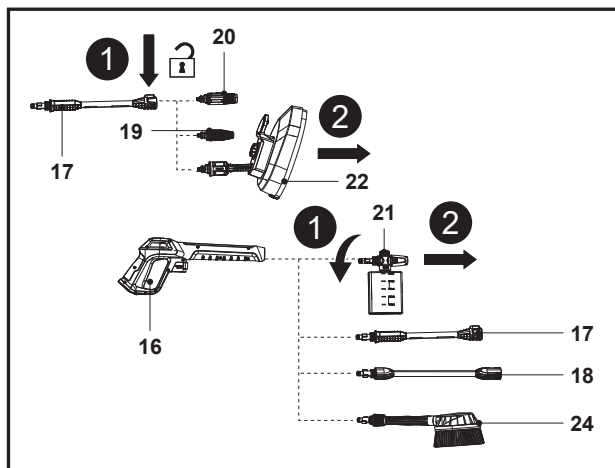

Fig. 21
1. Deconectează duza (19 / 20 / 22) de la extensia de lance (17) sau duza pentru recipientul cu detergent (21), peria rotativă (24), extensia de lance (17), tija extensibilă (18) de la pistolul pulverizator (16) (fig. 21).